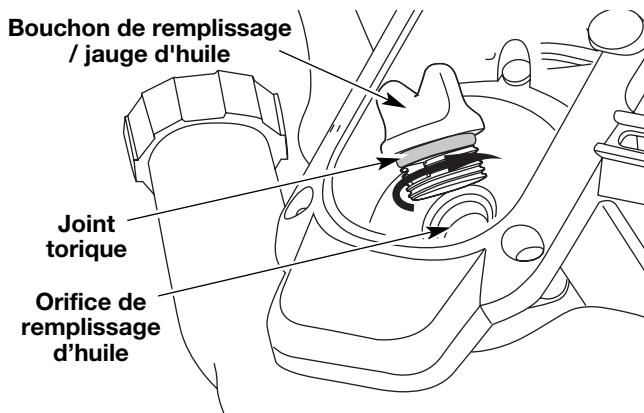

Fig. 5
3. Retirez le bouchon / la jauge d'huile du carter-moteur (Fig. 5).